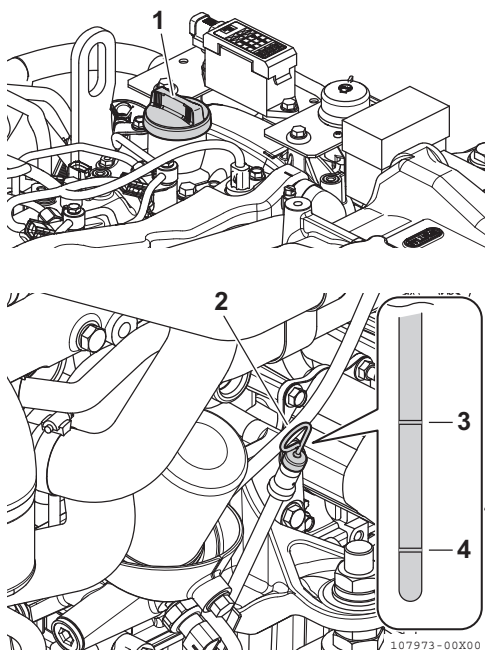

Figura 6
2. Retire la varilla de nivel (**Figura 6, (2)**) y límpiela con un trapo limpio.
4. Extraiga la varilla de nivel de aceite. El nivel de aceite debe encontrarse entre las líneas superior (**Figura 6, (3)**) e inferior (**Figura 6, (4)**) de la varilla de nivel.
1. Retire el tapón de la boca de llenado de aceite (**Figura 6, (1)**) y rellene con aceite de motor.
2. Llene con aceite hasta el límite superior (**Figura 6, (3)**) de la varilla de nivel (**Figura 6, (2)**).